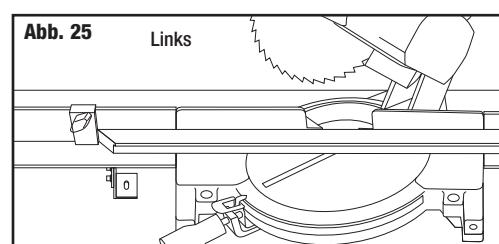

Abb. 25
6. Stellen Sie die Säge um auf 45° Schnitt links. (Abb. 25)